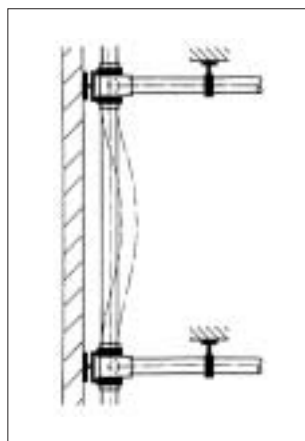

Fig.3
- Flambage (Fig. 3) Cas du montage non apparent.